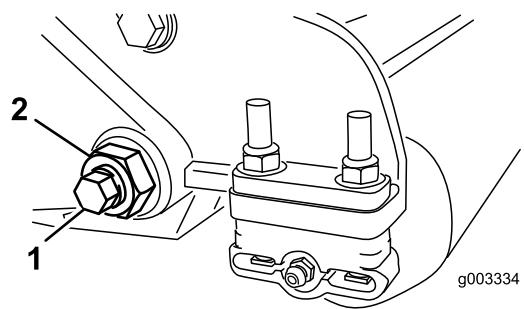
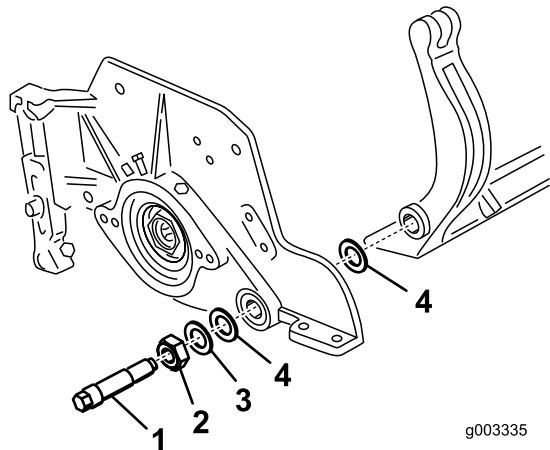
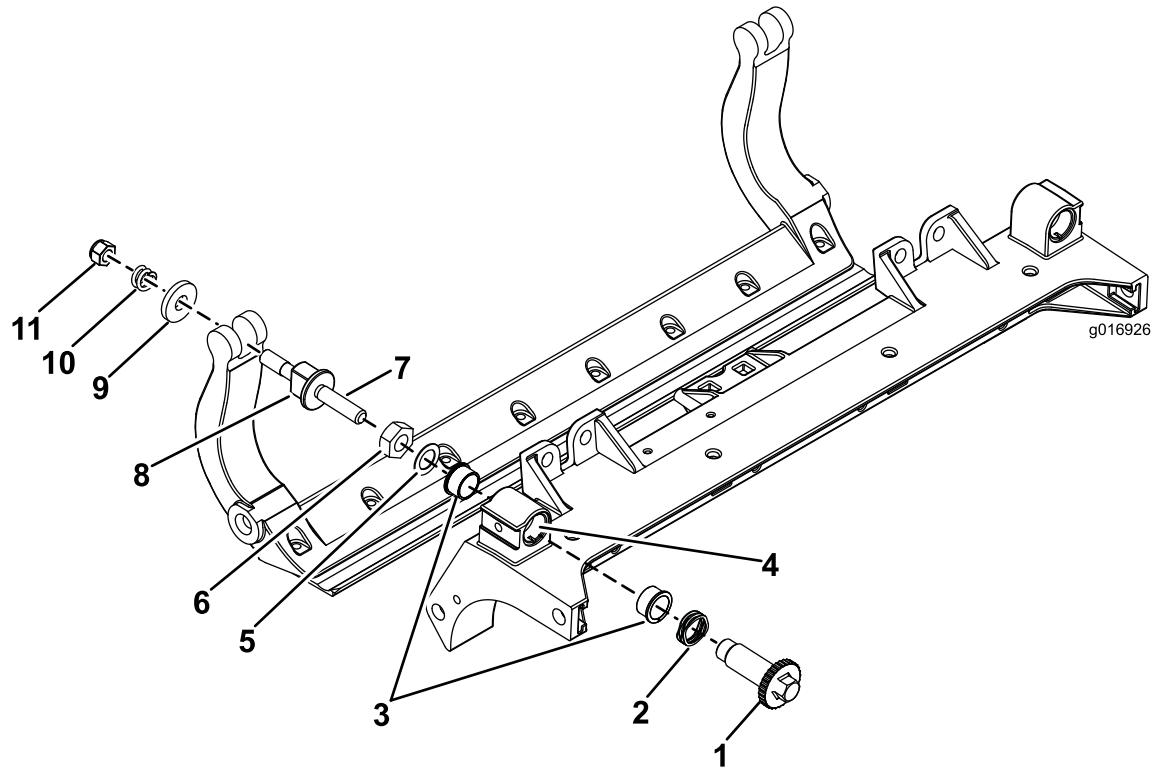

図 34
図 35
図37
- ベッドバー・ボルト（図 34）を固定しているロックナット（機体両側）をゆるめる。
- 各ベッドバー・ボルトを抜いて、ベッドバーを下に引き抜いて外す（図 34）。ベッドバーの両端にナイロンワッシャとスチールワッシャが2枚ずつあるので注意する（図 35）。
- ベッド・バー・ボルト（とボルトについているナット）とワッシャ6枚で、ベッド・バーを各サイド・プレートに固定する。ナイロン・ワッシャはサイド・プレートの両側のボスに嵌め込む。その外側からスチール製ワッシャを取り付ける（図 35）。ベッドバー・ボルトを 27-33 (37-45 N·m = 4.6-1.7 kg.m) にトルク締めする。左右の遊びが完全になくなつて外側のスチール製ワッシャが回らなくなるまで（ただし決して締めすぎになつたりサイド・プレートが変形したりしていな
- 全部のパーツを取り外す(HD DPA キット(モデル 120-7230)の取り付け要領書および図37を参照)。
- フランジブッシュのキーとフレームのキー溝を揃えて、ブッシュを挿入する(図37)。
- アジャスタシャフトにウェーブワッシャを通し、アジャスタシャフトをカッティングユニットのフレームのフランジブッシュに通す(図37)。
- 平ワッシャとロックナットでアジャスタシャフトを固定する(図37)。ロックナットを15-20 ft-lb (20-27 Nm=2.1-2.8 kg.m)にトルク締めする。
9. ベッドバー bolt (と bolt についているナット) とワッシャ6枚で、ベッドバーを各サイドプレートに固定する。ナイロンワッシャはサイド・プレートの両側のボスに嵌め込む。その外側からスチール製ワッシャを取り付ける (図 37)。ベッドバー bolt を 27-33 ft.-lb (37-45 N·m = 4.6-1.7 kg·m) にトルク締めする。左右の遊びが完全になくなつて外側のスチール製ワッシャが回らなくなるまで (ただし決して締めすぎになつたりサイド・プレートが変形したりしていない) ロックナットを締め付ける。内側のワッシャには遊びがあつてよい (図 35)。